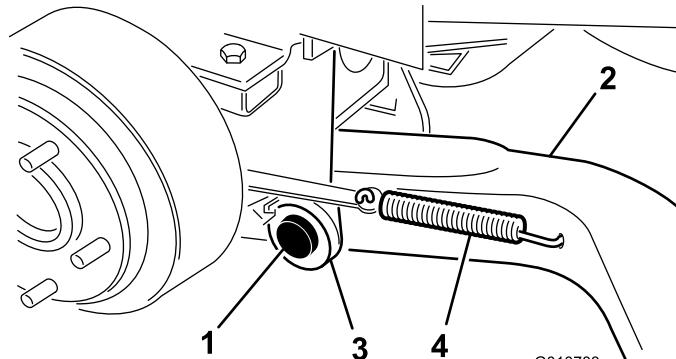

Figura 3
4. Monte un brazo de elevación en el soporte pivotante con un pasador de giro y un pasador de seguridad (Figura 3). Monte el brazo de elevación con la curva hacia fuera.
5. Enganche el muelle de retorno del freno en el taladro del brazo de elevación (Figura 3).